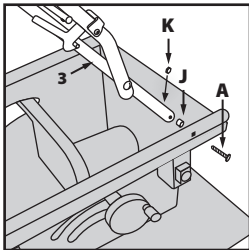

Abb. 7
- Befestigen Sie Bauteil **4** in seiner Arbeitstellung an der Maschine. Beachten Sie, dass die Stellung des Verriegelungshebels und Stifts auf derselben Seite wie das Heben und Senken/Schräge Anpassungshandrad sind. **(Abb. 7)**.